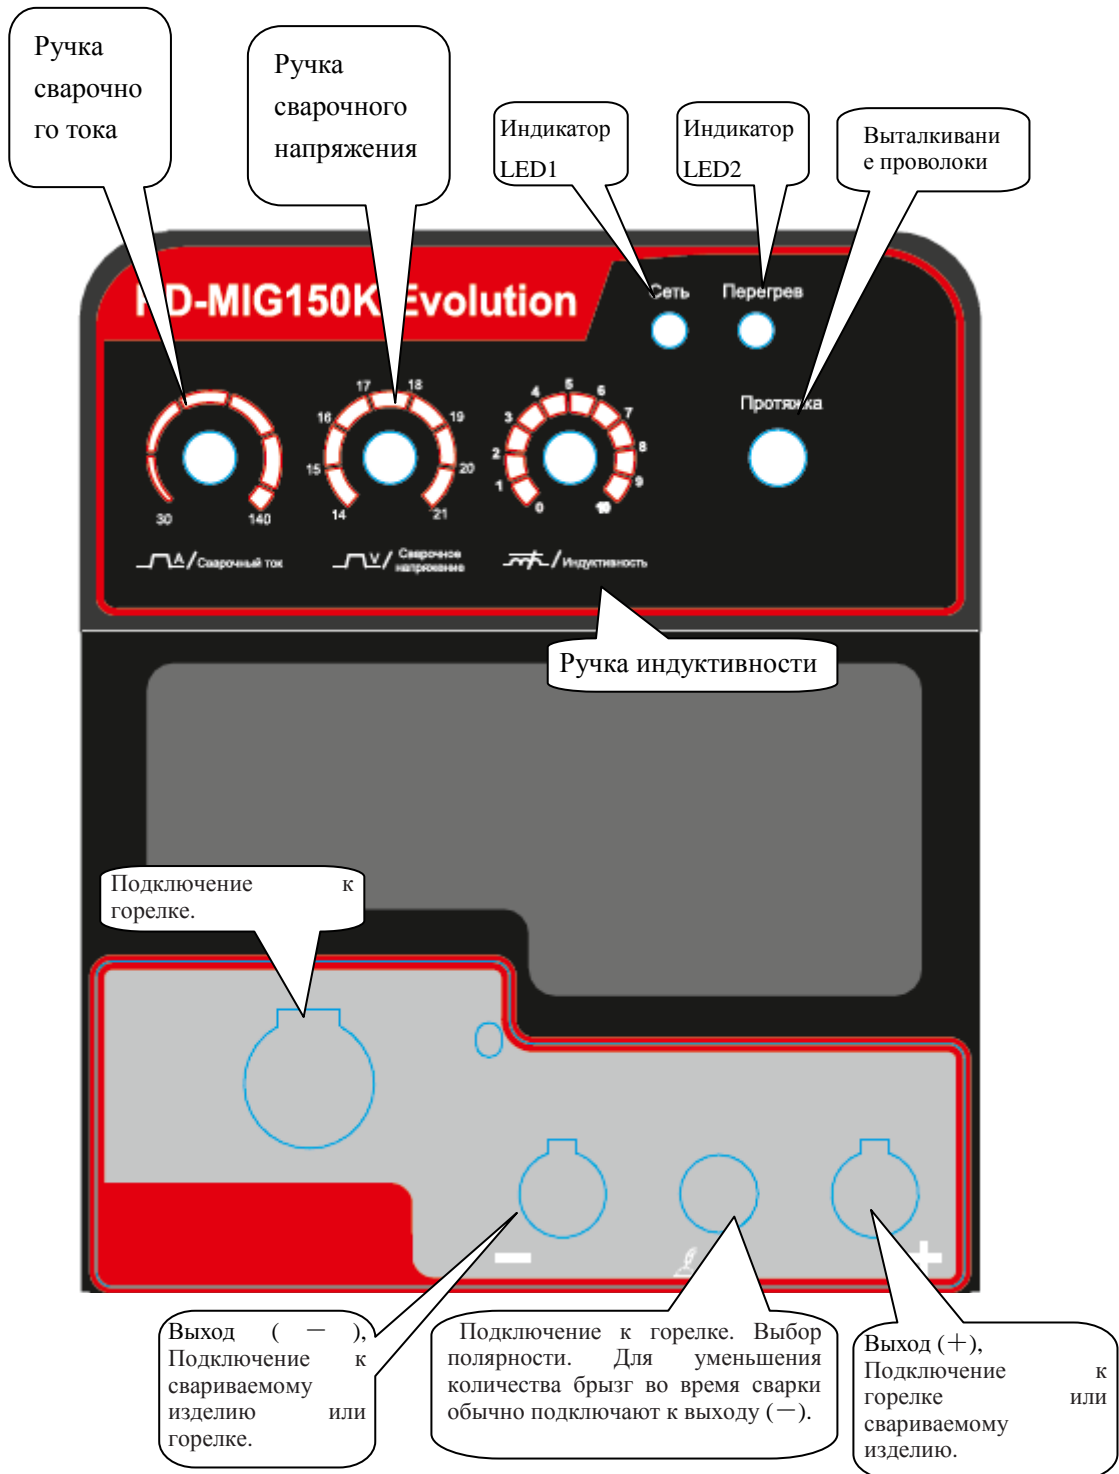

Рисунок 1: Передняя панель
● Сварочная горелка подключена к соединителю сварочного аппарата (**Рисунок 1**).
● **Обычно** для уменьшения количества брызг во время сварки необходимо подсоединить один конец заземляющего сварочного провода к свариваемому изделию, а другой конец должен быть подсоединен к выходу (-) сварочного аппарата (**Рисунок 1**).
- На лицевой панели управления блока питания находятся индикаторные лампы, контроллер сварочного тока и напряжения, кнопка выбора полярности, горелка, выход (-) и выход (+) и т.д. (**Рисунок 1**).